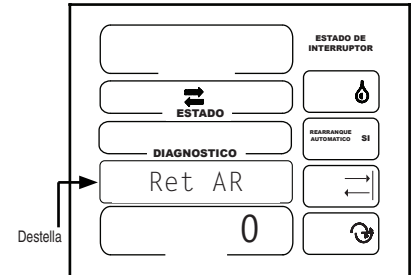

Figura 37-1
La temporización de autoreversa/autoparada se utiliza en un equipo que está equipado con la opción autoreversa/autoparada montada en el propulsor. El retardo sólo ocurrirá cuando autoreversa/autoparada está activada, el agua está activada y ha ocurrido un evento de autoreversa/autoparada. El retardo tiene un margen de 0 a 5000 segundos y el valor predeterminado de fábrica está ajustado en 0 segundos. Vea la Figura 37-1.
1. Ret AR debe estar destellando. Vea la Figura 37-1.